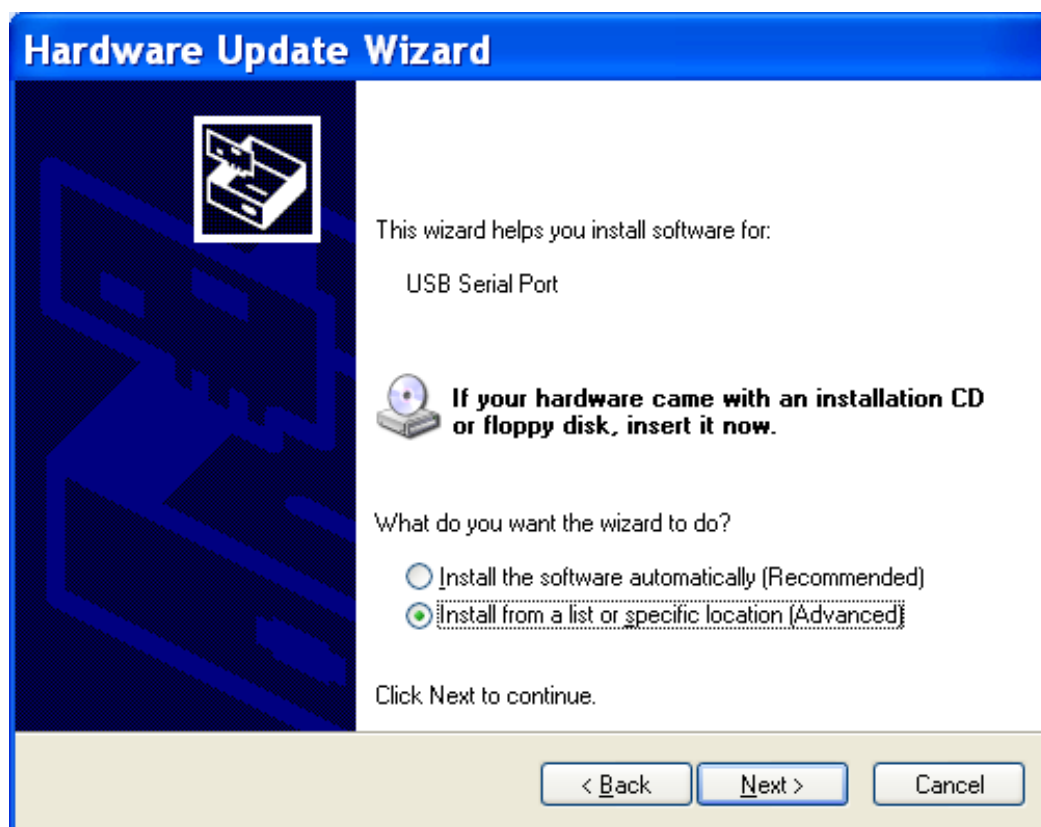

Figura 76: Pantalla de instalación de Hardware Update Wizard (Asistente para actualización de hardware)
2. Seleccione **No** y haga clic en **Next** (Siguiente). Aparecerá una pantalla similar a la de la Figura 76.